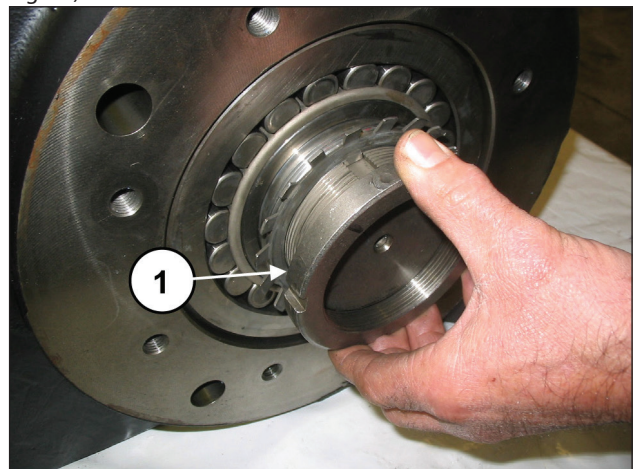
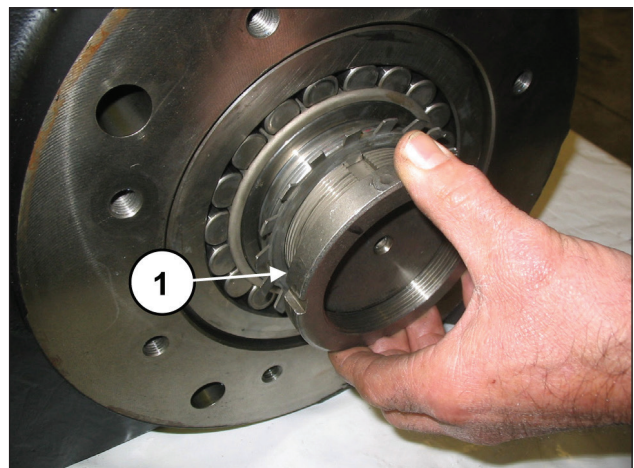
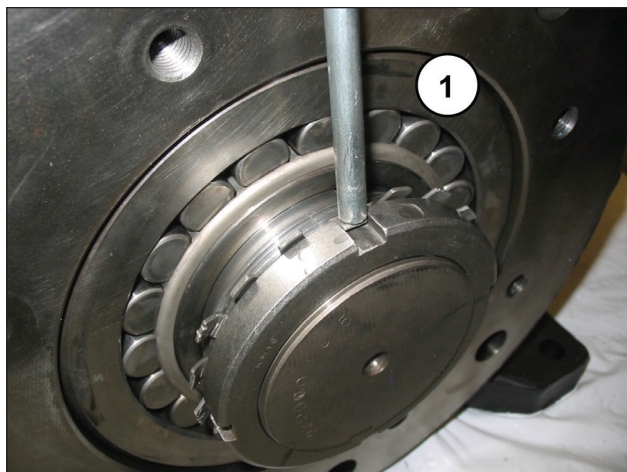

Fig. 54
Fig. 55
Fig. 56
Desaperte o anel, insira a anilha de segurança (pos. ①, Fig. 54) e aperte novamente o anel até o fundo (pos. ①, Fig. 55), em seguida torça a lingueta de bloqueio da anilha (pos. ①, Fig. 56).